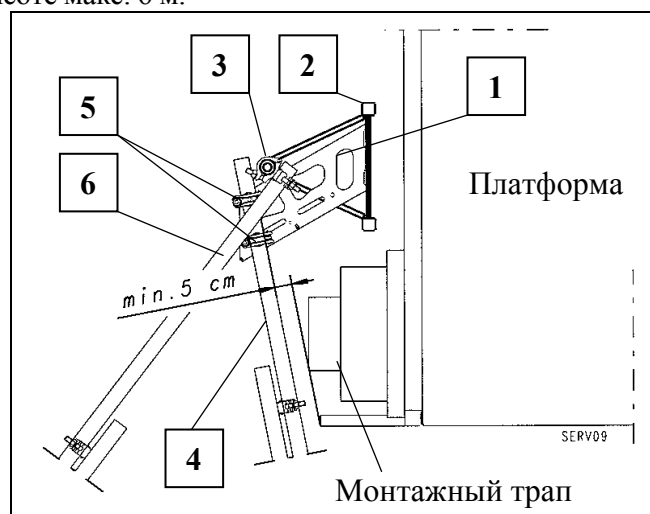

Рис. 22 Крепление мачты
- На одно крепление необходимы четыре крепежные трубы и два крепления мачты. На одну мачту одна крепежная труба должна крепиться с помощью соединительного зажима непосредственно на круглой трубе мачты и одна крепежная труба с помощью крепления мачты. (См. рис. 22 и монтажную схему).
Свободные концы труб крепления мачты не должны выдаваться за поперечное сечение мачты! Опасность столкновения! (см. Рис. 22)
- Закрепить телескопическую трубу (6) жестким соединительным зажимом на внутренней стороне мачты круглой трубы мачты (момент затяжки 50 Нм), вытянуть к стене и там закрепить анкерными креплениями. Горизонтальное расстояние между обеими закрепленными анкерами трубами выбирать по возможности шире. (Минимальное расстояние обеих крепежных пластин зависит от расстояния между мачтой и зданием; в случае большего расстояния использовать удлиняющие трубки).
- Прямоугольное выравнивание мачты может осуществляться обеими соединениями с лесами (Рис. 22 поз.5).